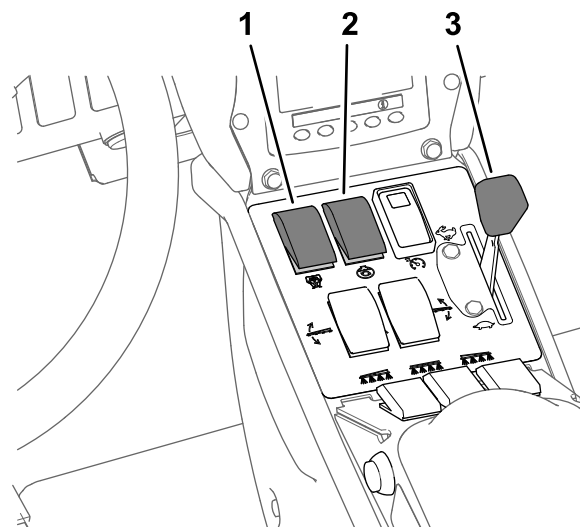

Figure 45
- Réglez la commande d'agitation et la commande de la pompe de pulvérisation en position ACTIVÉE (Figure 45).
- Placez la commande d'accélérateur en position HAUT RÉGIME (Figure 45).
Remarque: Cette procédure suppose que la pompe de pulvérisation est en marche ; voir Pulvérisation en mode débit d'application \(page 40\) sous Figure 45.
4. Réglez la commande d'accélérateur pour obtenir le régime moteur voulu pour pulvériser ; voir Figure 45 sous Pulvérisation en mode débit d'application \(page 40\).